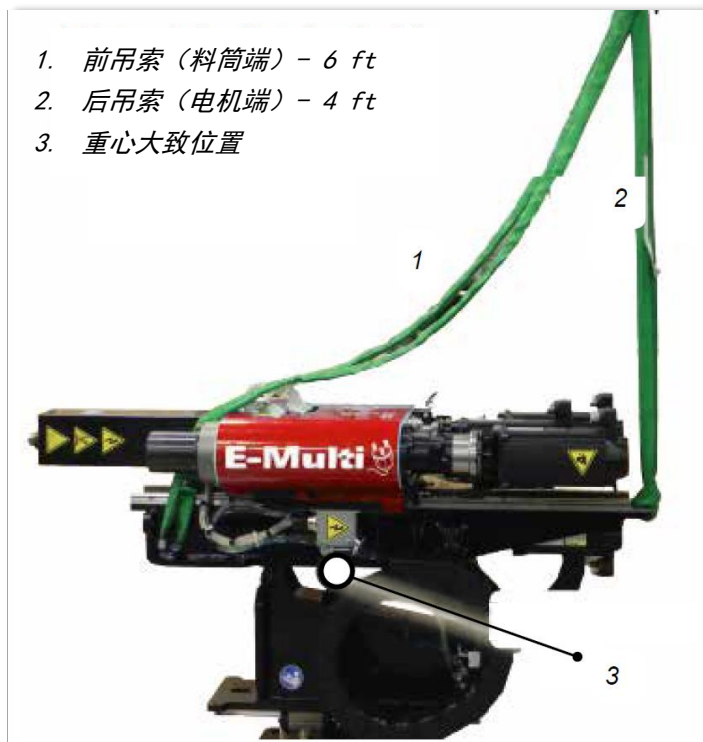

图 11-2 E-Multi Radial 垂直梁的吊索位置（水平方向）和重心的大致位置
3. 如图 11-2、11-3 和 11-4 所示，将吊索连接到装置上。使用装货箱中提供的吊索。注意重心的大致位置。